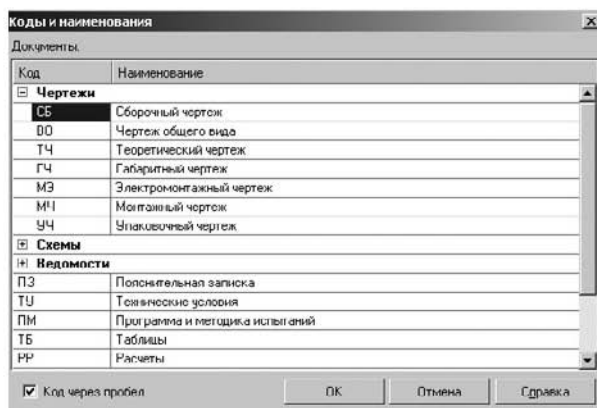

Рис. 3.22. Вызов команды Выровнять позиции по вертикали
23. Выровняйте позиции по вертикали. Для этого выделите нужные объекты. Далее нажмите на кнопку **Выровнять позиции по вертикали** на расширенной панели команд простановки позиционных линий-выносок (рис. 3.22).